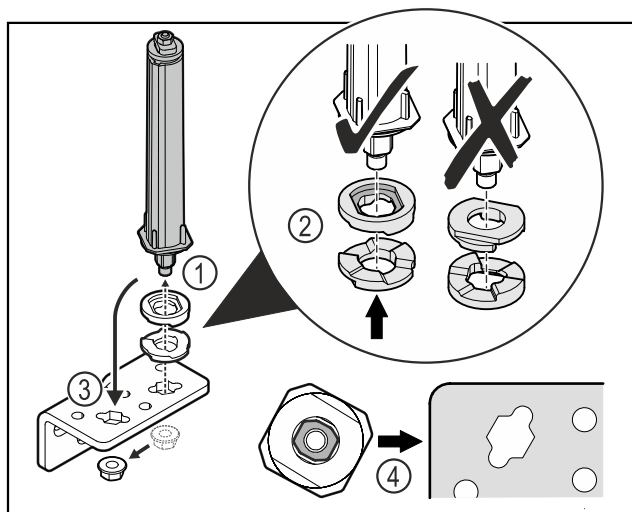

Fig. 51
- Moer losdraaien en deursluitsysteem verwijderen Fig. 51 (1).
- De correcte uitlijning van de hoogte-instelschijven in acht nemen Fig. 51 (2).
- Deursluitsysteem in de scharnierhoek verplaatsen en met de moer vastzetten Fig. 51 (3).
- Bij het plaatsen de correcte uitlijning van het deursluitsysteem in acht nemen Fig. 51 (4).